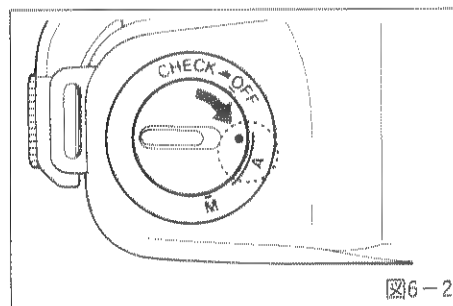

図6-2
- ★“A”のクリックが二ヶ所ありますが、いずれでも構いません。(図6-2)